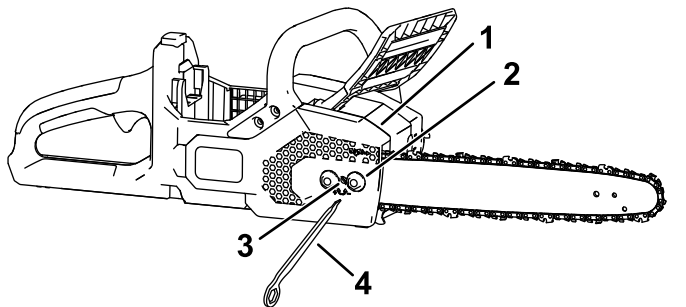

Bild 28
5. Lösen Sie mit dem bordeigenen Multitool die unverlierbaren Muttern an der Seitenabdeckung, entfernen Sie diese jedoch nicht (Bild 28).
7. Stellen Sie mit dem integrierten Multitool die Kettenspannung ein und befestigen Sie dann die Seitenabdeckung an der Kettensäge, indem Sie die unverlierbaren Muttern anziehen (Bild 28).
2. Entfernen Sie die Seitenabdeckung durch Lösen der beiden unverlierbaren Muttern, die die Abdeckung sichern (Bild 28).
3. Drehen Sie die Schraube für die Kettenspannung nach links, um die Kette zu lockern (Bild 28).